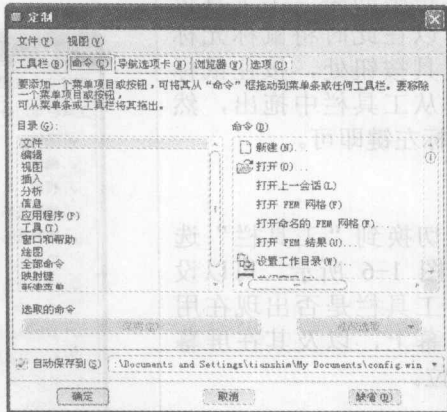

图 1-3 “定制”对话框
① 在菜单栏中选择“工具”|“定制屏幕”命令,打开如图 1-3 所示的“定制”对话框。